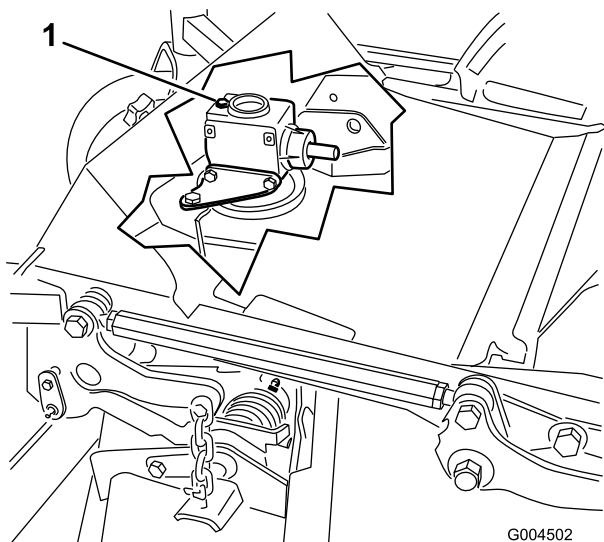

Bild 40
6. Nehmen Sie den Ölpeilstab bzw. die Ablassschraube oben am Getriebe ab (Bild 40) und stellen Sie sicher, dass der Schmiermittelstand zwischen den Marken am Peilstab liegt.
6. Nehmen Sie den Peilstab bzw. die Ablassschraube von der Oberseite des Getriebes ab (Bild 40).